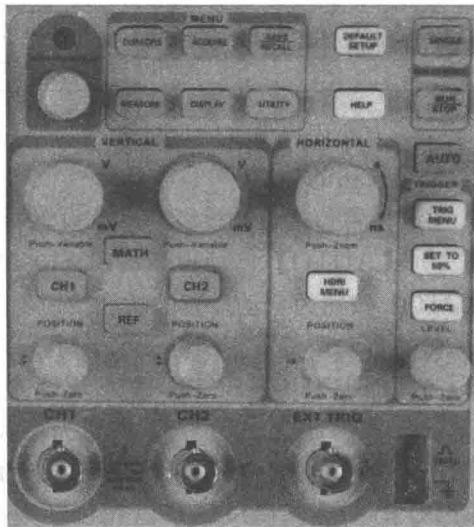

图 1-4 示波器操作区域
(1) 菜单和控制按钮。SDS1000CML 系列数字存储示波器操作区域如图 1-4 所示。操作区分为垂直控制系统、水平控制系统、触发控制系